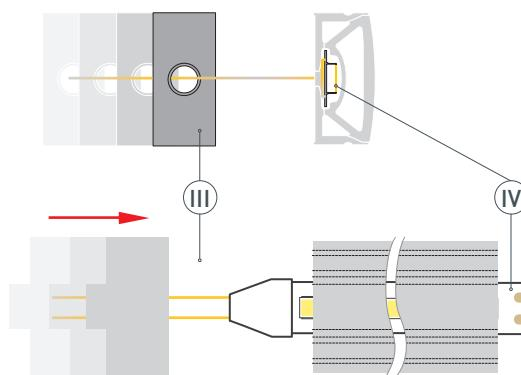

Рис. 2. Протяжка кабелей светодиодной ленты (IV) через отверстие в заглушке (III), вид сверху
6 / Проденьте кабели питания светодиодной ленты (IV) через отверстие в заглушке (III), как показано на рис. 2.